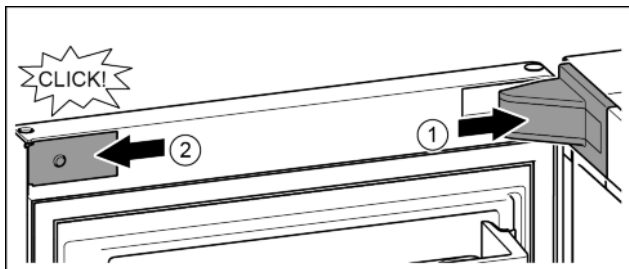

Fig. 23
- ▶ Afdekking aanbrengen en vastklikken, en indien nodig, voorzichtig uit elkaar drukken. Fig. 23 (1)
- ▶ Afdekkingen zijdelings aanbrengen en vastklikken. Fig. 23 (2)